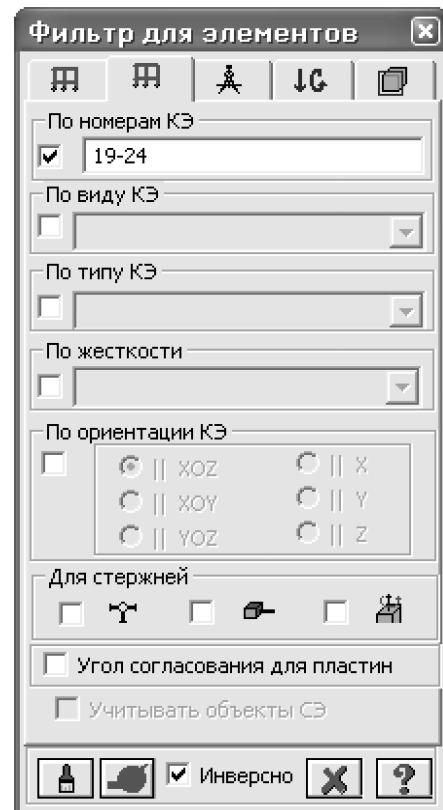

Рис.3.10. Диалоговое окно
- С помощью меню **Выбор ⇒ ПолиФильтр** (кнопка  на панели инструментов) вызовите диалоговое окно **ПолиФильтр** (рис.3.10), для того чтобы выделить элементы верхнего пояса.